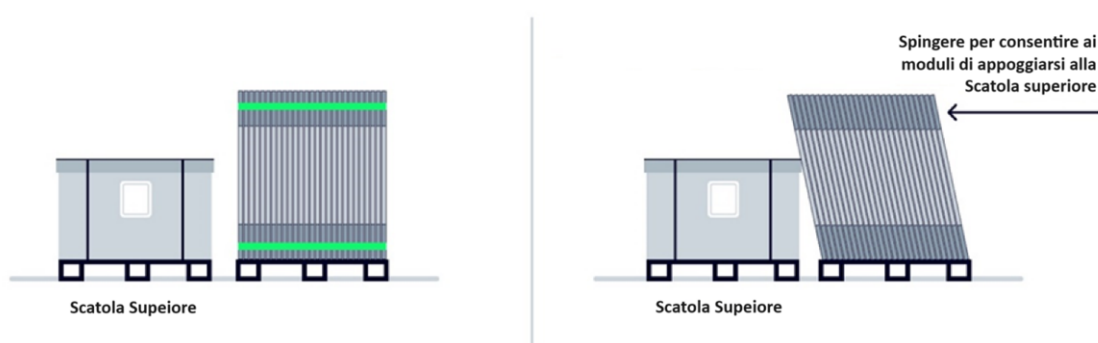

Figura 18: Inclinazione della scatola superiore per il supporto.
- d) Spingere delicatamente i moduli FV in modo che possano appoggiarsi in sicurezza alla scatola superiore posizionata per il supporto durante il passaggio 5 (Figura 18).